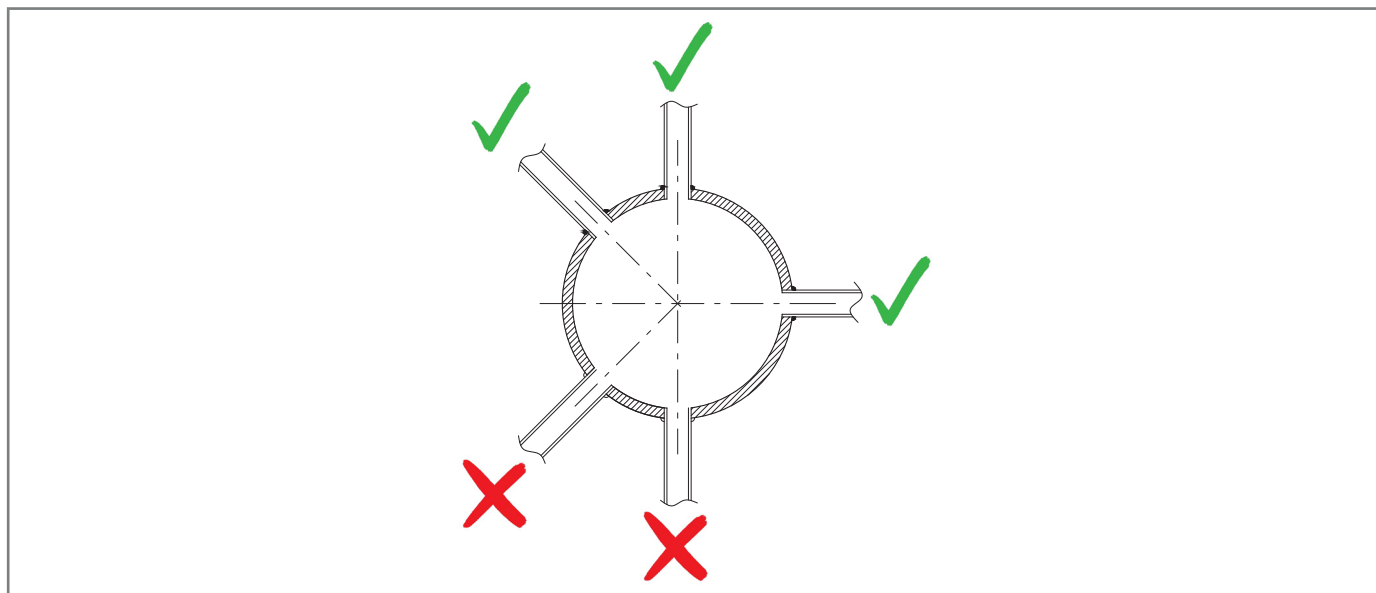

Fig. 6.23. Attacchi saldati della tubazione
- gli attacchi della tubazione siano sempre saldati sulla parte superiore o a max 90° sull'asse della tubazione stessa (fare riferimento alla fig. 6.23);